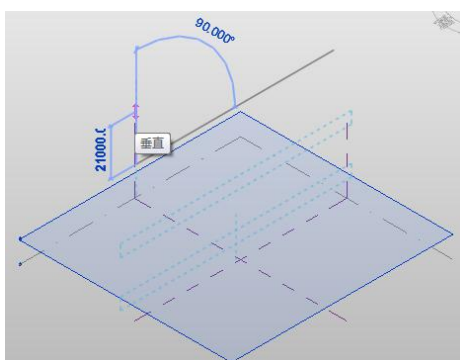

图 12-24 复制三维标高
- 可以通过“复制”工具，复制三维标高，如图 12-24 所示。